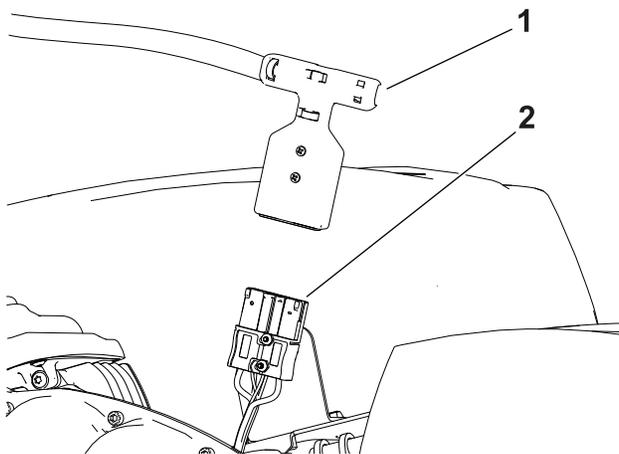

Bild 30
5. Trennen Sie den Akku ab, indem Sie den T-Holmanschluss vom Hauptstromanschluss abziehen (Bild 30).